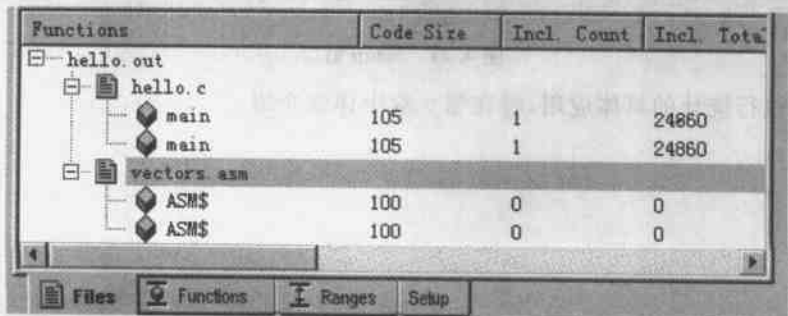

图 4.18 剖析会话中的文件
(3) 在 Files 窗口中显示了剖析会话中创建的所有文件,单击“+”号,可以看到文件下面的函数,如图 4.18 所示。